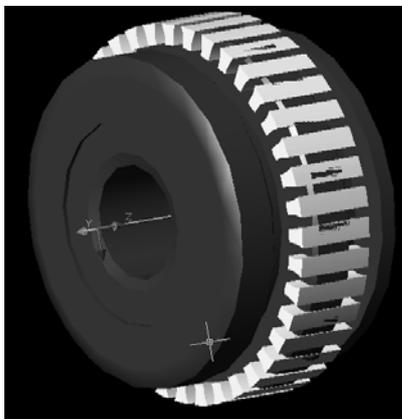

Рисунок 5.6
- используя **Круговой 3D массив**, выполнить построение требуемого количества впадин (рисунок 5.6);